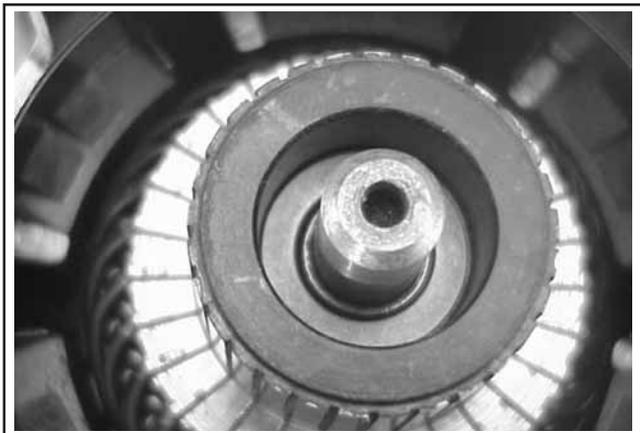

Figura 8-50. Instalar a Anilha de Impulso.
9. Instale a anilha plana na extremidade do comutador no veio da armadura. Consulte a Figura 8-50.